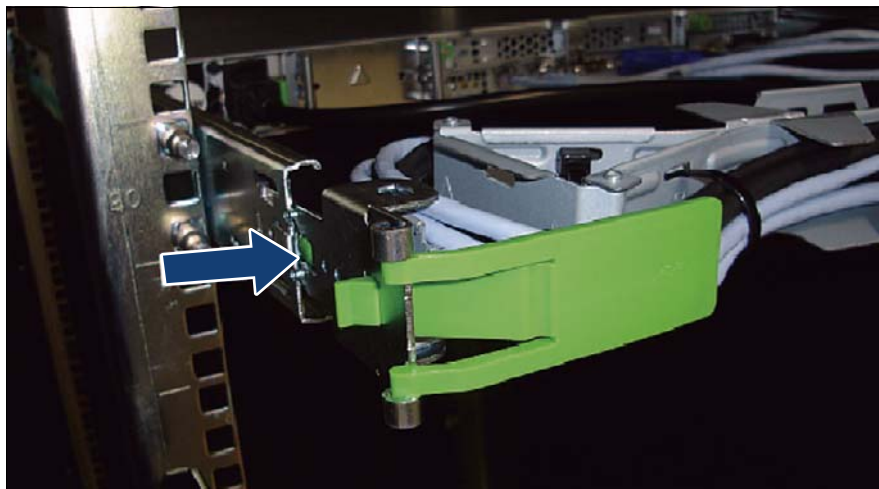

図 26: CMA ストッパのロック解除
- ▶ ロックスプリングを内側に押して、CMA ストッパのロックを解除します（図 26 を参照）。